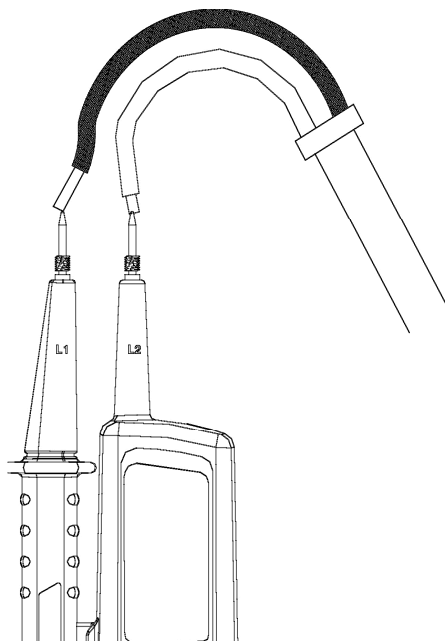

Abb. 3a: AC-Spannungsmessung
2. Verbinden Sie die Prüfspitzen L1 und L2 mit dem zu messenden Objekt (siehe Abb. 3a)